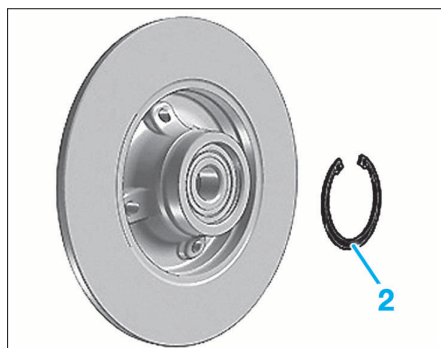

FIG. 49
- Déposer le circlips de maintien (2) (Fig.49).